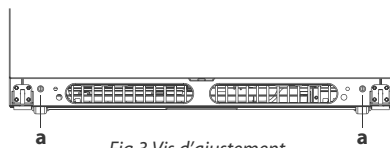

Fig.3 Vis d'ajustement
- b Tournez la vis d'ajustement avant (a, Fig.3) située du côté de la porte dans le sens des aiguilles d'une montre pour élever le coin avant de la porte.